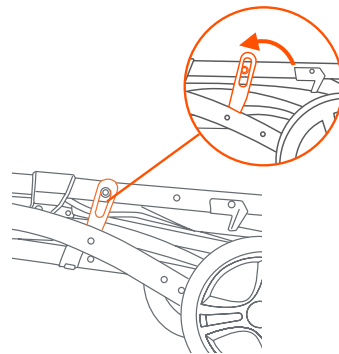

Fig. 8c
- Asegúrese de usar el pestillo de pliegue para trabar bien el armazón del vagón (Fig. 8c).